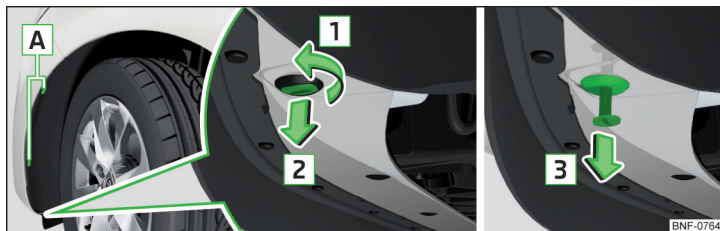

Fig. 144 Desinstalar el revestimiento de los arcos de las ruedas
- Con el destornillador del equipo de herramientas a bordo, destornille los tornillos **A** » fig. 144 del revestimiento del paso de rueda.
- Introducir la parte del remache extensible con la ranura contra el sentido de la flecha **2** y girarla por 90 grados contra el sentido de la flecha **1** » fig. 144.